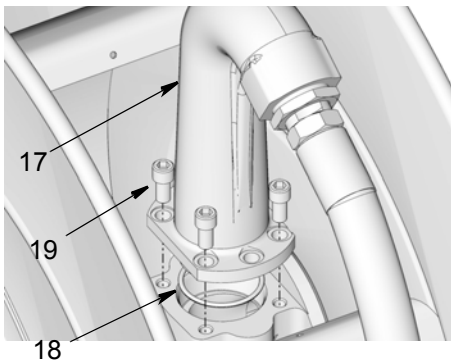

FIG. 24
1. Invertire la direzione dell'uscita (17).
- a. Rimuovere i bulloni (19) e l'uscita (17) dalla bobina (FIG. 24).